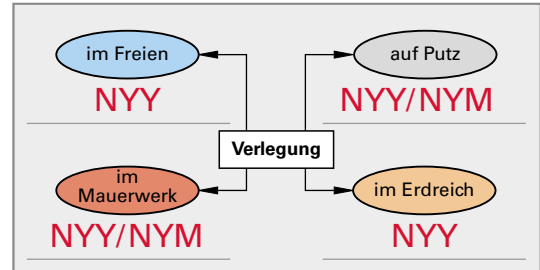

Bild 1: Verlegung von Kabeln/Leitungen
5. Ordnen Sie in **Bild 1** den genannten Bereichen die Kabel/Leitungen NYY oder NYM zu.